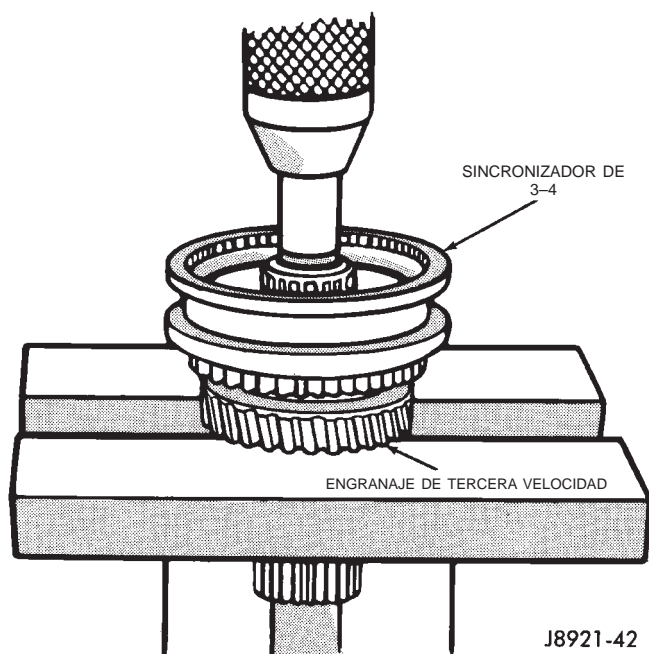

Fig. 117 Desmontaje de sincronizador de 3-4 y engranaje de tercera velocidad
(13) Utilizando el hendedor de cojinetes P-334 o unas placas de prensa adecuadas emplazadas debajo del engranaje de tercera velocidad, preñe el sincronizador de 3-4 y el engranaje de tercera velocidad sacándolos del eje transmisor (Fig. 117).